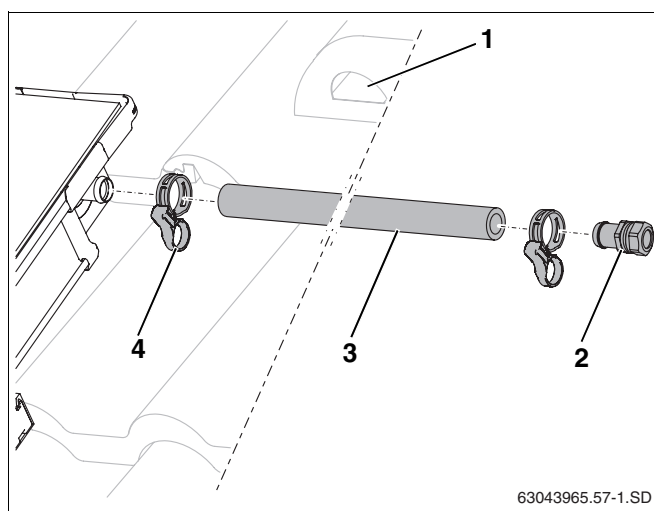

Рис. 53 Монтаж подающей линии (без воздушного клапана на крыше)
- Надеть длинный шланг (1000 мм, рис. 53, поз. 3) на штуцер коллектора для подключения подающей линии и закрепить пружинным хомутом (рис. 53, поз. 4).
- Вставить наконечник с зажимным кольцом (рис. 53, поз. 2) в шланг солнечного коллектора до упора и зажать пружинным хомутом.
- Подключить сборную линию к наконечнику R $\frac{3}{4}$  с зажимным кольцом (18 мм) (рис. 53, поз. 2).